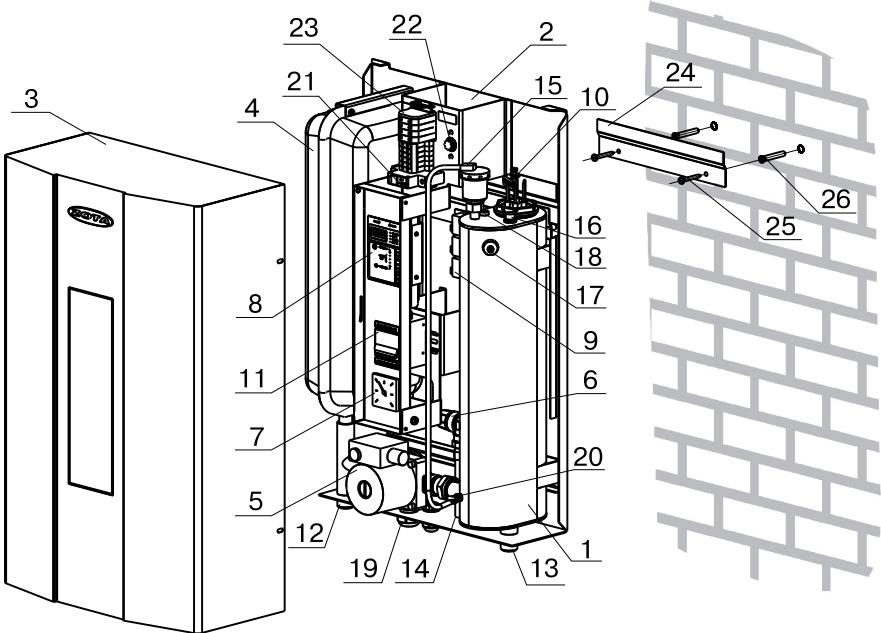

Рис. 1. Конструкция миникотельной и способ ее крепления к стене
5.1. Миникотельная (Рис.1) состоит из корпуса (1) сварной конструкции. В верхней части корпуса имеется блок нагревательных элементов (10), датчик температуры воды(18), датчик перегрева(16), датчик уровня воды(17), воздухоотводчик (15). В нижней части корпуса имеется предохранительный клапан(6), к которому присоединяется манометр (7) и болт заземления (20).
- Закрепить кронштейн крепления на вертикальной поверхности в необходимом месте с помощью шурупов, входящих в комплект и установить на него миникотельную, как показано на Рис.1;
- Открыть кожух (3),предварительно выкрутив четыре винта крепления кожуха;